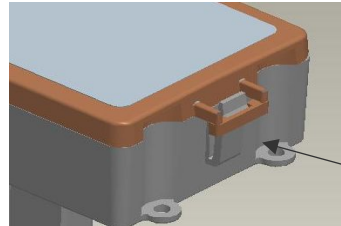
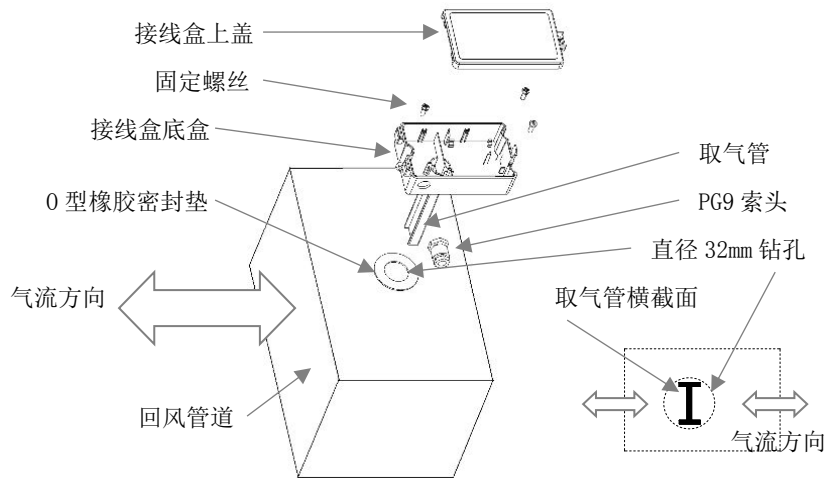

图3 管道型接线盒示意图
图4 变送器管道型安装示意图
如图3所示, 稍用力压挂钩处即可打开接线盒上盖。
(1) 管道安装: 在空调管道上钻一个直径32mm的孔和直径3mm的3个小孔, 将橡胶密封垫套在取气管上, 并将取气管插入到风管内, 直到接线盒的底盒与该密封垫及空调管道平面完全密封。打开接线盒上盖, 用直径3mm的3个螺丝紧密固定底盒与管道。橡胶密封垫位于二个平面之间, 避免从接线盒底部的取气管接口处与环境空气相通。**特别注意:** 取气管插入安装的方向应与空调管道内气流方向垂直, 如图4所示。
(2) 电线接入及接线: 应使用截面为圆型的多芯电缆1条进行电气连接。这是保证电缆与PG9索头完全密封的必要条件。接线盒的侧面有个接线孔, PG9索头首先应在此处与接线盒紧密连接。其次, 该索头内部配有橡胶密封圈, 电线穿入后, 应拧紧PG9索头外部密封环, 以保证此处无法渗漏空气进入接线盒内。最后, 根据电路板接线图准确接线。
(3) 密封接线盒上盖: 参考图3, 将上盖对准底盒, 保证其密封橡胶圈在其槽内, 用力挤压, 直到挂钩由自然弹性锁紧。